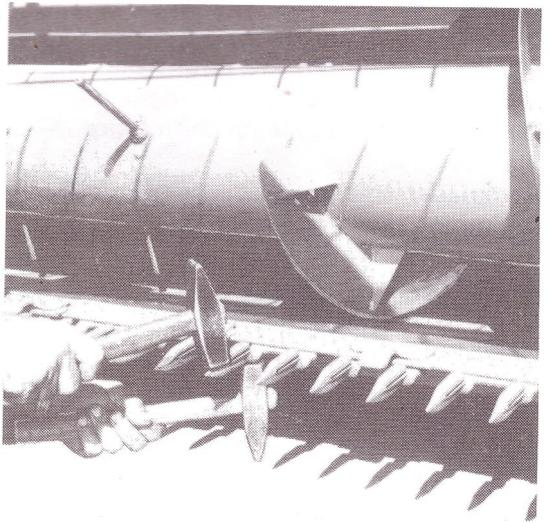
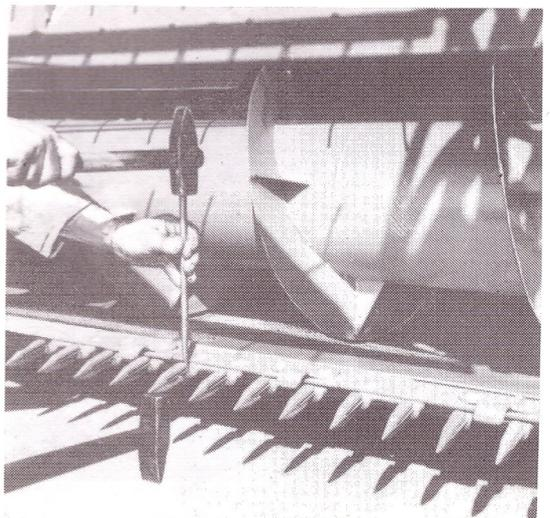

FIG. 48
FIG. 49
- l'alignement des plans des dents s'obtient par des coups appropriés de marteau sur les doigts en visant avec l'oeil une extrémité jusqu'à obtenir un plat unique ; pour abaisser une dent, agir comme à la fig 48 et pour la lever comme à la fig 49 ;